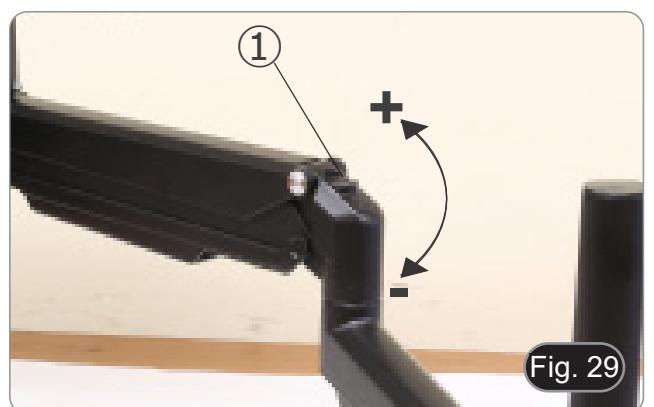

Fig. 29
1. Lösen Sie den Befestigungsknopf des horizontalen Arms ④ und drehen Sie den Arm, dann ziehen Sie den Knopf wieder fest. (Fig. 29)
- 1. Ziehen Sie mit dem 6-mm-Inbusschlüssel (P) die Schraube ① an, um den Widerstand der Horizontalarmhalterung zu erhöhen. (Fig. 29)